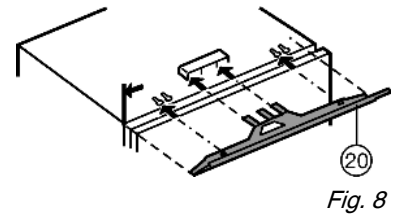

Fig. 8
- ▶ Opvulstrook Fig. 8 (20) aan de kant van de deurgreep sluitend met de zijwand van het apparaat monteren: in de lijving schuiven en de sleutelgaten inhaken.